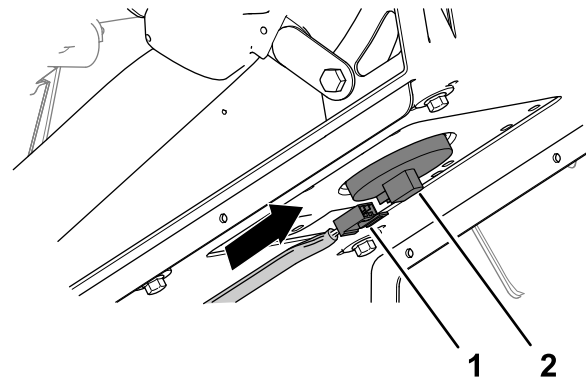

Figura 225
6. Enchufe el conector hembra de 2 vías del arnés de cables de la máquina en el conector del interruptor del asiento hasta que los conectores encajen firmemente (Figura 225).